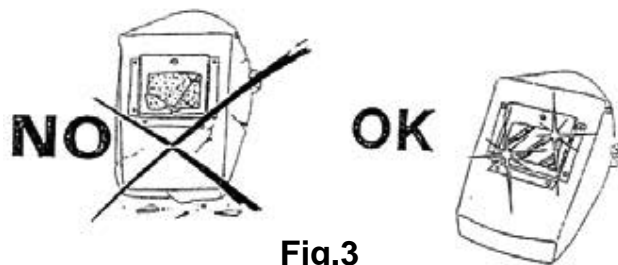

Fig.3
• Occorre mantenere sempre pulito il filtro colorato (vetro inattinico); se rotto o deteriorato (Fig.3) va sostituito con un filtro dello stesso grado di opacità. Il filtro colorato deve essere protetto contro gli urti e le proiezioni di saldatura mediante un vetro trasparente situato sulla parte anteriore della maschera; quest'ultimo va sostituito ogni qualvolta si constata una ridotta visibilità in saldatura.